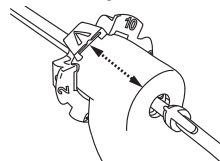

Figura 2 – Alineación del aplicador en la sonda
3. Introduzca el aplicador en el instrumento de biopsia. Lleve el aplicador hacia adelante, para alinear el indicador amarillo de referencia (C) con la flecha blanca en la ruedecilla de la sonda para biopsia. Consulte la figura 2.
4. Introduzca completamente el aplicador en la sonda para biopsia. Verifique la correcta alineación de la apertura del aplicador con la cámara de biopsia, asegurándose que el indicador amarillo de referencia (C) esté alineado con la flecha blanca en la ruedecilla de la sonda para biopsia (figura 2).
5. Haga avanzar el émbolo para administrar inmediatamente todos los gránulos (A).